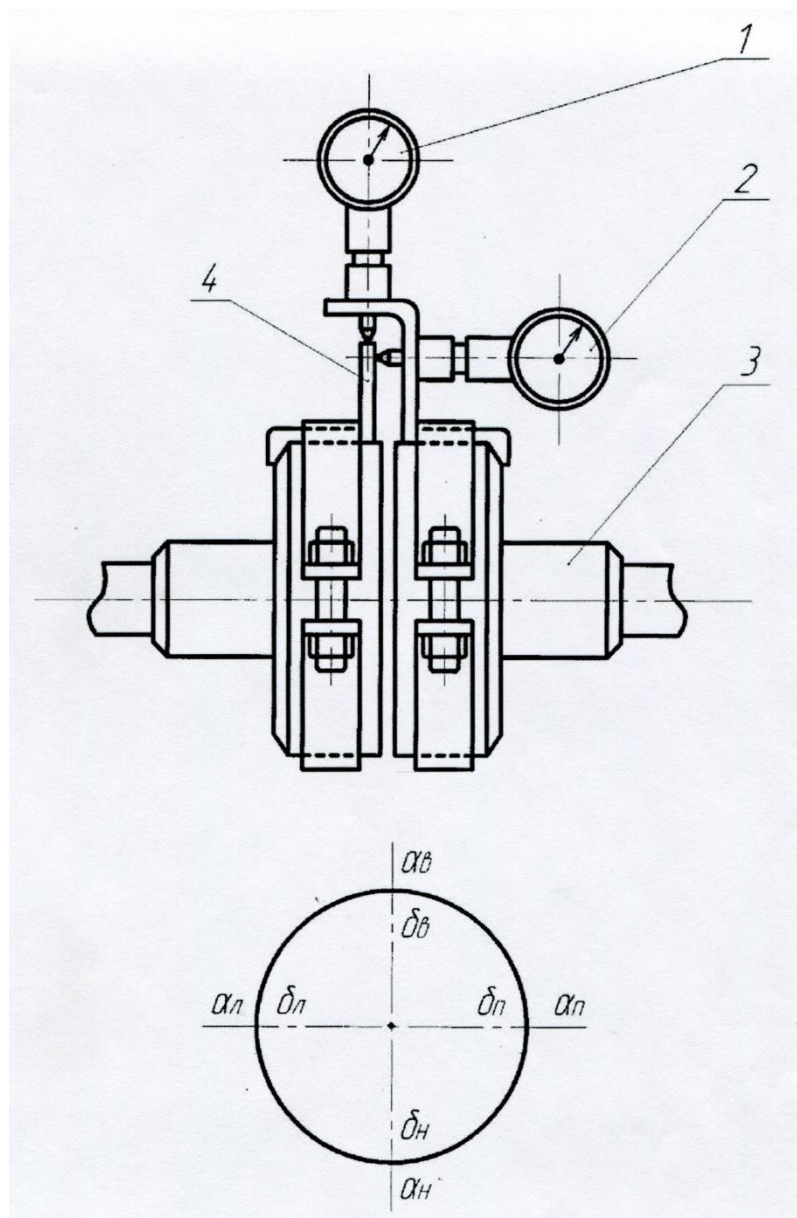

Рис. 3 Центровка полумуфт
2. Проверка центровки должна производиться при помощи скоб с индикаторами часового типа. Скобы с жесткими кронштейнами устанавливаются и надежно закрепляются на полумуфтах валов насоса и эл. двигателя. (см. рис. 3).